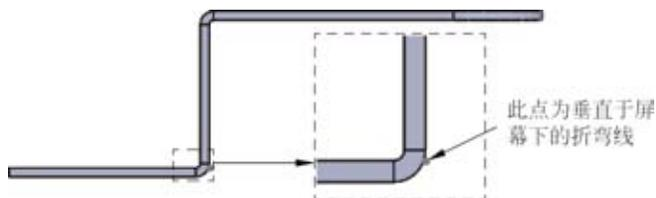

图 5.104 材料在内
- (材料在内) 单选项: 选取该选项时, 折弯线将位于固定面所在平面与折弯壁的外表面所在平面的交线上, 如图 5.104 所示。